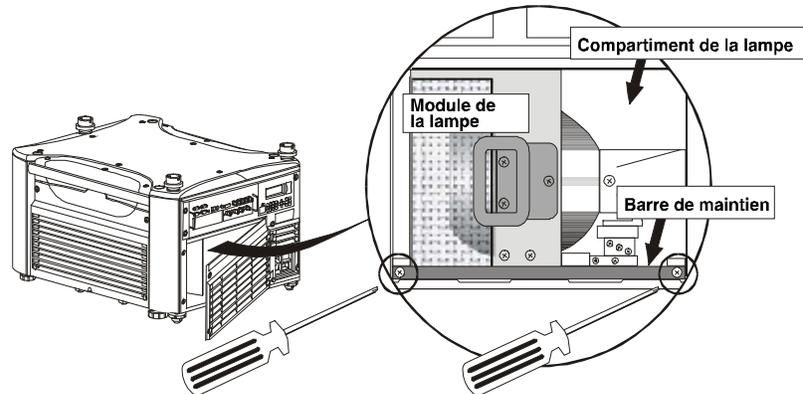

Figure 4.3. Retrait de la barre de maintien
À l'aide d'un tournevis cruciforme n°2, retirer les deux (2) vis qui fixent la barre de maintien le long de la partie inférieure du module de l'ampoule. Voir la **Figure 4.3**. Écarter la barre—ses gonds se trouvent sur la gauche.